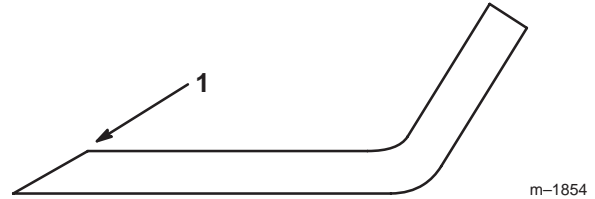

Figure 36
1. Au moyen d'une lime, aiguisez les tranchants aux deux extrémités de la lame (Fig. 36) en veillant à conserver l'angle d'origine. Limez la même quantité de métal sur chacun des deux tranchants pour ne pas déséquilibrer la lame.